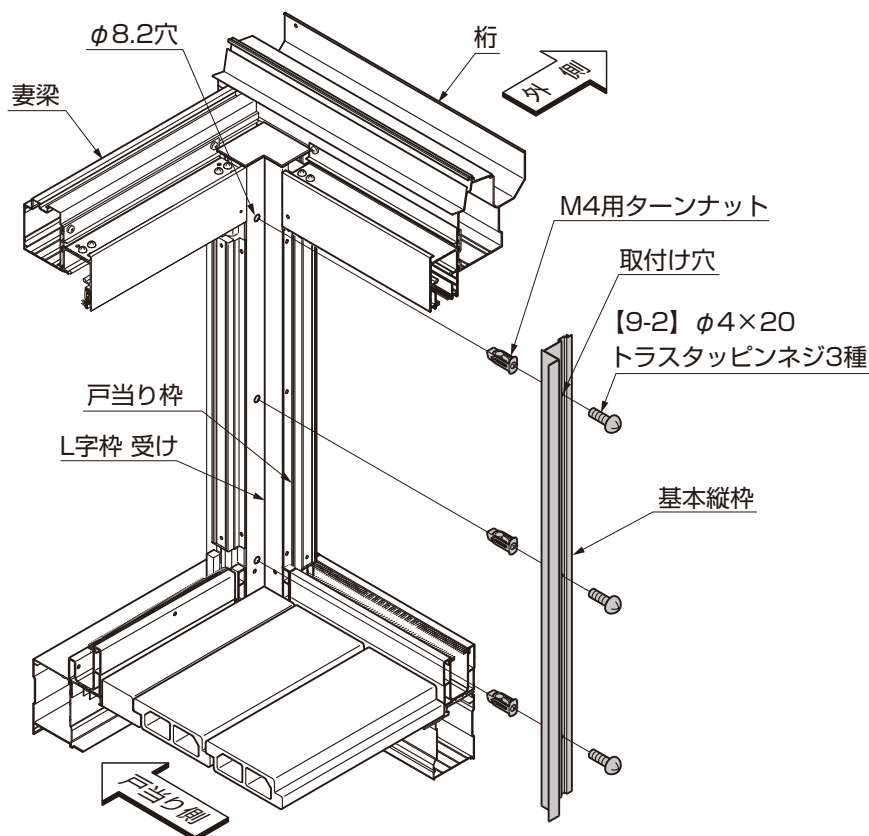

図1-1
- ① L字枠 受けに基本縦枠を当てて固定穴位置を確認し、φ8.2の穴をあけてください。（図1-1参照）
- ② 戸当り側のL字枠 受けにあけたφ8.2の穴にM4用ターンナットを挿入して、基本縦枠を【9-2】で取付けてください。